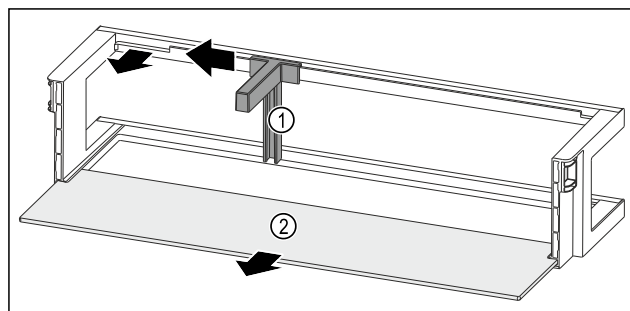

Fig. 90 Рафт на врата с преграда за бутилки и рафт
- Плъзнете преградата за бутилки Fig. 90 (1) настрани до прореза.
- Сваляте преградата за бутилки Fig. 90 (1).
- Сваляте рафта Fig. 90 (2).